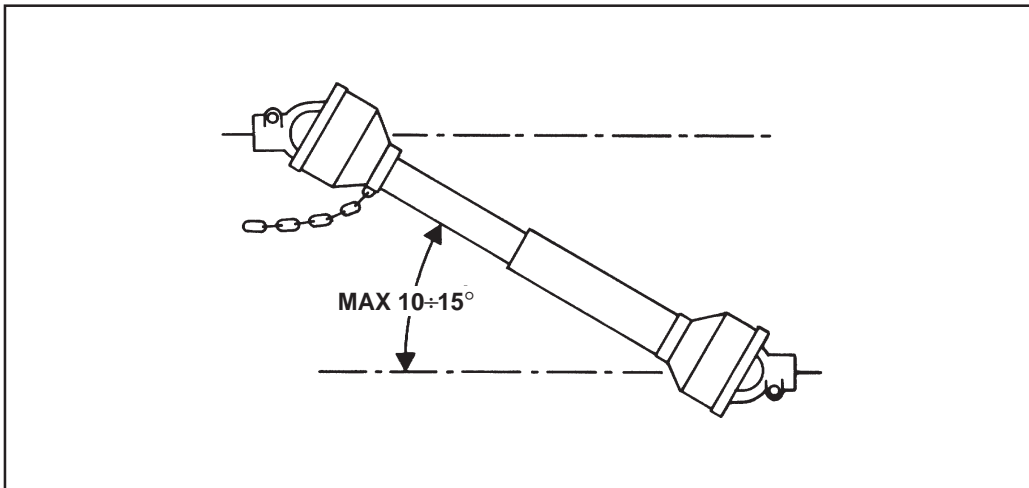

Fig. 6
- 39)** Disinserire, sempre, la presa di forza quando l'albero cardanico fa un angolo troppo aperto (mai oltre i 10÷15 gradi - Fig. 6) e quando non viene usata.
- 39)** Always disengage the pto when the cardan shaft is set at an excessively open angle (never beyond 10÷15 degrees - Fig. 6) and when it is not in use.
- 39)** Die Zapfwelle immer ausschalten, wenn die Gelenkwelle einen zu großen Winkel einnimmt (nie über 10÷15 Grad - Abb. 6) und wenn sie nicht gebraucht wird.
- 39)** Débrayez toujours la prise de force quand l'angle de l'arbre à cardans est trop ouvert (jamais plus de 10÷15 degrés Fig. 6) et lorsque vous ne devez pas l'utiliser.
- 39)** Desactivar, siempre, la toma de fuerza cuando el árbol cardánico hace un ángulo demasiado abierto (nunca superar los 10÷15 grados - Fig. 6) y cuando no la usamos.